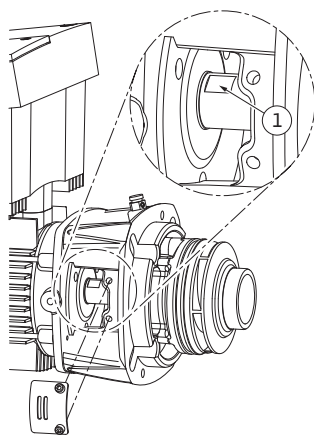

Fig. 52: Cheie fixată pe arbore
15. Introduceți o cheie fixă, mărimea ideală 22, mm în fereastra grupului suspendat și fixați arborele cu cheia (Fig. 52, Poz. 1). Desfaceți piulițele rotorului (Fig. 7, Poz. 15). Rotorul (Fig. 7, Poz. 16) este extras automat de pe arbore.
24. La montajul rotorului introduceți o cheie fixă, mărimea ideală 22 mm, în fereastra piesei intermediare și fixați arborele cu cheia (Fig. 52, Poz. 1).